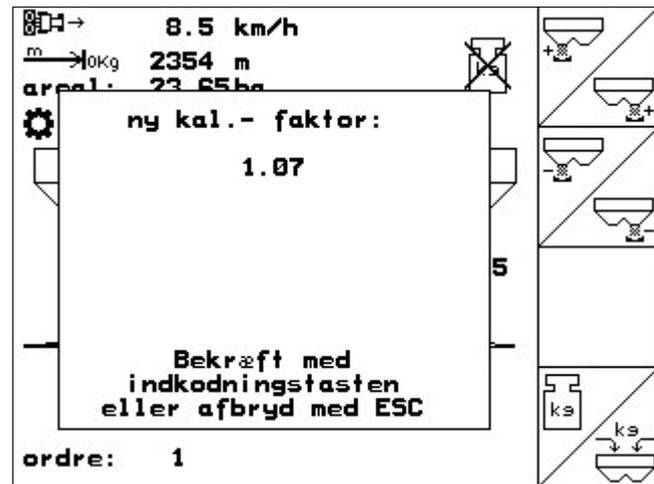

Fig. 39
- Den nye kalibreringsfaktor vises og accepteres ved hjælp af  eller afvises ved hjælp af  (Fig. 39).